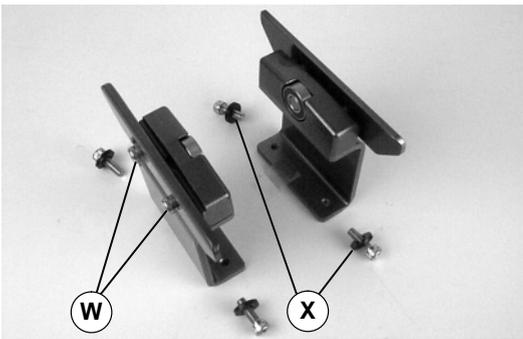

Abbildung 9
2. Schrauben lösen (W siehe Abbildung 9) und Schrauben sowie Unterlegscheiben entfernen (X).